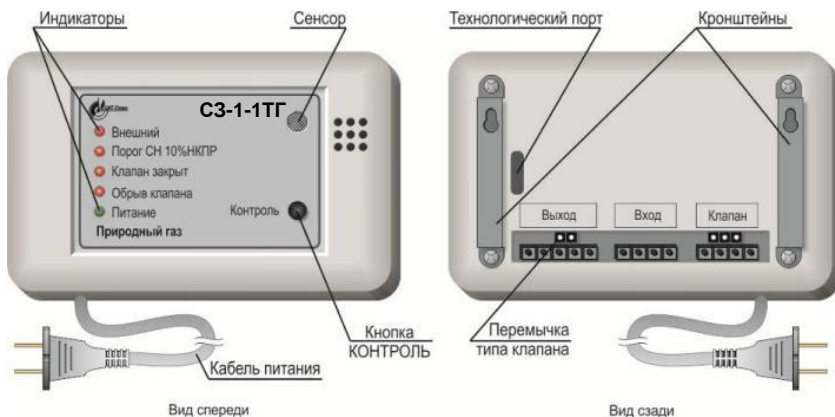

Рисунок 1 – Внешний вид сигнализатора.
1.5.1 Сигнализатор выполнен в прямоугольном корпусе из ударопрочного пластика (рисунок 1).